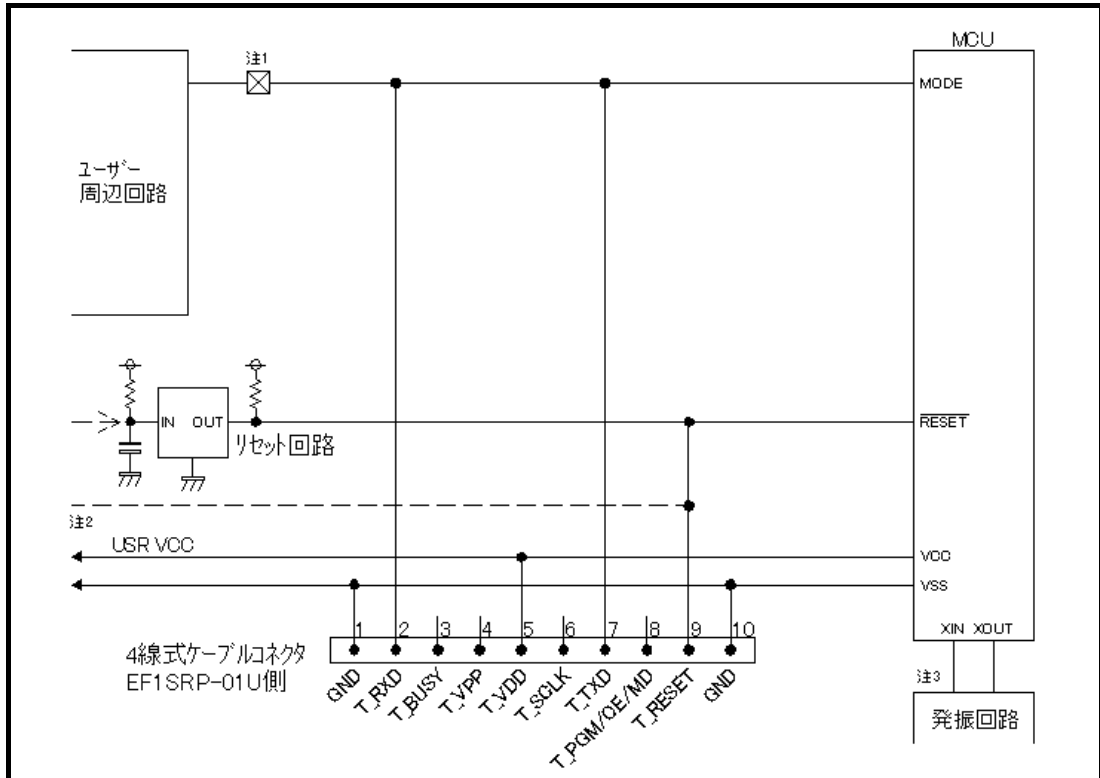

図4.1 ユーザーターゲット推奨回路図
(1) R8C/TinyシリーズのユーザーターゲットMCU推奨回路を図4.1に示します。